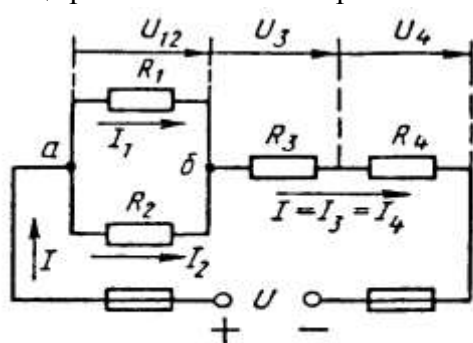

Рис. 1
Условие задачи. Цепь постоянного тока со смешанным соединением состоит из четырех резистором. Заданы схема цепи (рис. 1), значения сопротивлений резисторов:
2) обозначим токи I_1, I_2, I_3, I_4 на (рис. 1) стрелками и определим их значения из формулы мощности:
Математическая запись для узла б схемы цепи рисунок 1:
В замкнутом контуре (рис. 1) приложенное напряжение U (аналогично ЭДС при внутреннем сопротивлении источника тока, равно нулю) и падения напряжения